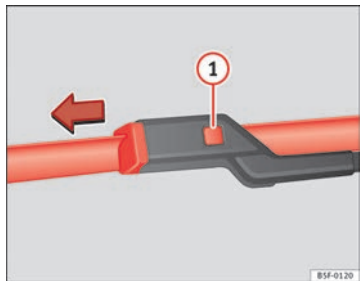

Abb. 113 Scheibenwischerblätter vorne auswechseln.
- Entriegelungstaste ⇒ Abb. 113 ① gedrückt halten und gleichzeitig das Scheibenwischerblatt in Pfeilrichtung abziehen.